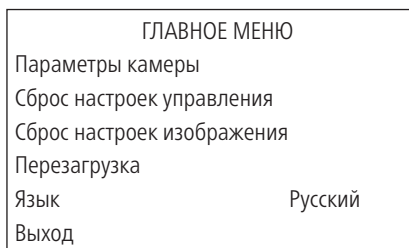

Рис. 17 Главное меню
1. Для входа в меню (Рис.17), при использовании протокола Pelco-P/Pelco-D, введите **95+Call** на клавиатуре управления (на видеорегистраторе и в удаленном ПО используйте сочетание **95+запуск предпозиции**). Открыть меню на регистраторе можно нажав на клавишу **Меню** в пункте управления поворотной камерой. При использовании любого другого протокола, необходимо вводить **66+Call**.